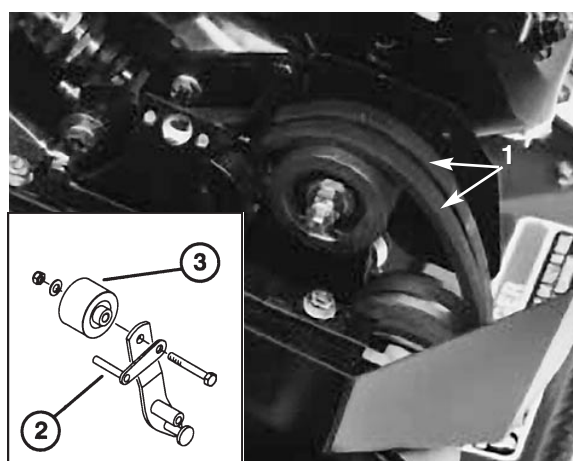

Bild 33
7. Stellen Sie die Riemenführung (Bild 33, Ausschnitt) wie folgt ein, damit Sie die Maschine ohne den Motor anzulassen einfacher hin und her schieben können: